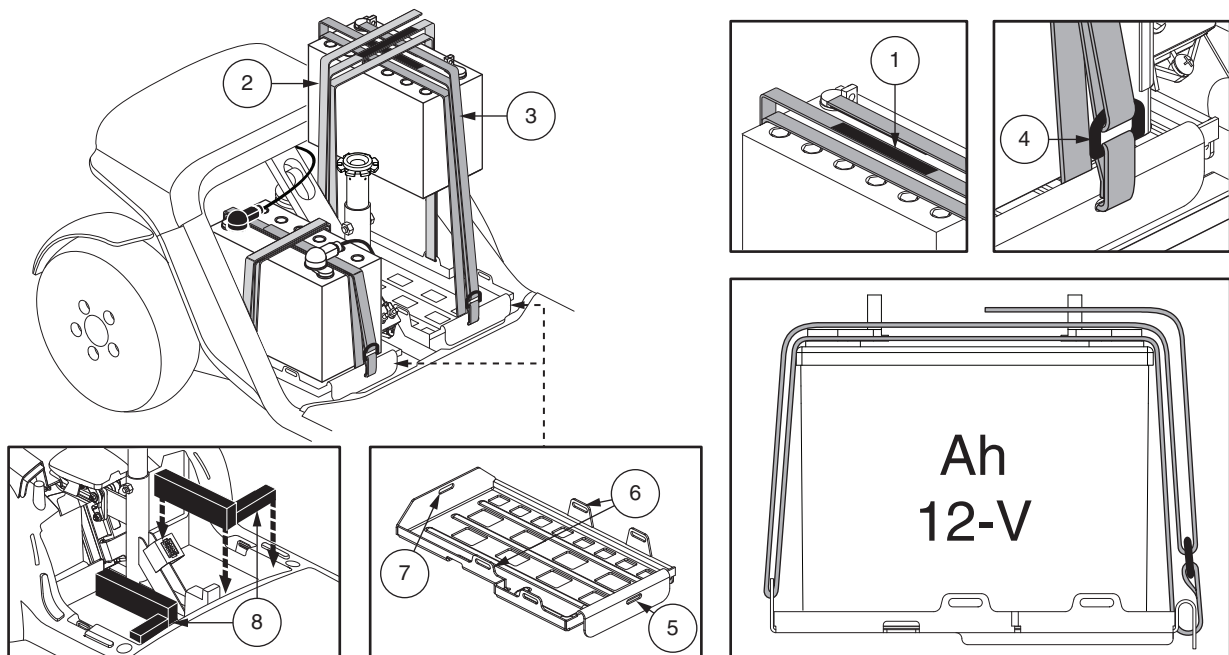

Figure 18. Sécurisation de la batterie pour les modèles 614 et 714
**NOTE:** Certains scooters ont des entretoises installées pour sécuriser les batteries. Vous pouvez retirer les entretoises et les garder en sûreté jusqu'à ce que les batteries soient remplacées dans le scooter. Voir la figure 18.
**NOTE:** Les modèles 614 et 714 utilisent des sangles de fixation afin de sécuriser les batteries. Veuillez-vous référer à la figure 18 pour les procédures d'installation des sangles de la batterie.